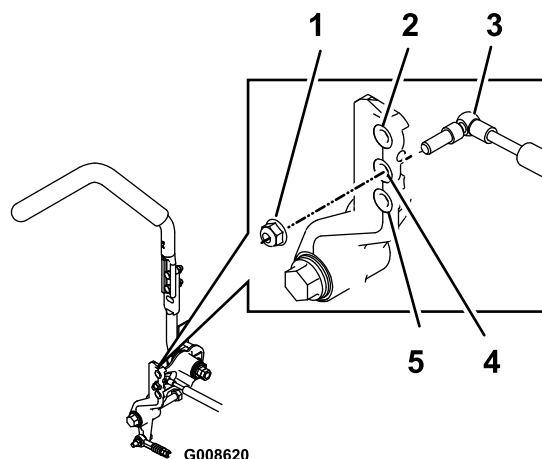

Figure 64
- Boulon (4)
- Retirez le contre-écrou, déplacez le boulon de fixation d'amortisseur à la position voulue, et remettez le contre-écrou en place. Pour les options de montage, voir Figure 64.